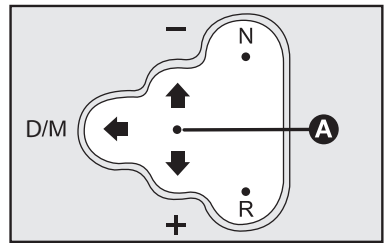

fig. 3
As três posições estáveis são as correspondentes ao ponto morto (N), marcha a ré (R) e à posição central situada entre as posições instáveis + e – **A**—fig. 3.
- Colocar a alavanca do câmbio em ponto morto (N)
- Levar a alavanca de câmbio para a posição central **A**—fig. 3, para inserir a primeira marcha, ou junto ao sinal R, para inserir a marcha a ré (se for o caso).